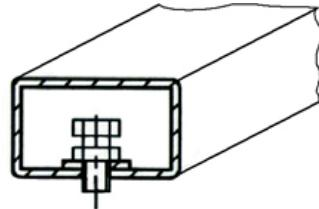

Рисунок 4.2
*(1) После транспортирования или хранения станка при температуре воздуха ниже +5°C, необходимо перед распаковкой выдержать станок при температуре (25±10) °C в течение не менее 4 часов.*
4.2.2 Установить станок на ровное жесткое основание, допустимое отклонение основания от горизонтали – 0.5° (8 мм на 1 метр), так, чтобы все опоры станка касались основания. Это обеспечивается при помощи 2-х регулируемых опор (рисунок 4.2).